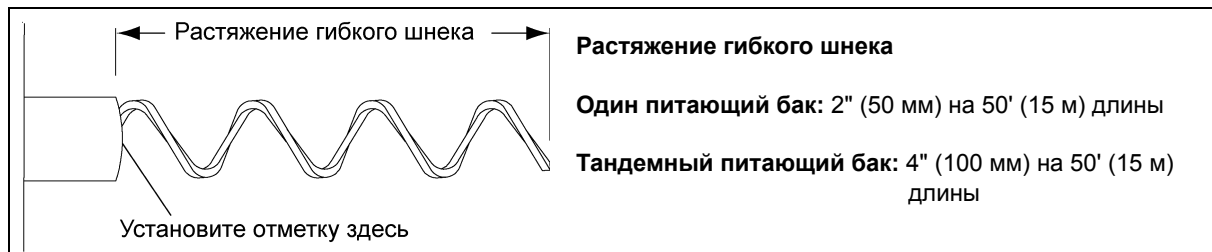

Рисунок 5Z Растягивание шнека
7. Вытяните шнек из трубы на требуемую величину. Измерьте длину между меткой и входным патрубком разгрузочного устройства. После надлежащего растягивания нанесите метку на шнек еще раз у патрубка разгрузочного устройства. *См. рис. 5Z на стр. 34.* Чрезмерное растяжение шнека приводит к преждевременному износу внутренних сгибов трубы из ПВХ. Недостаточное растяжение шнека приводит к преждевременному износу внешних сгибов трубы из ПВХ.